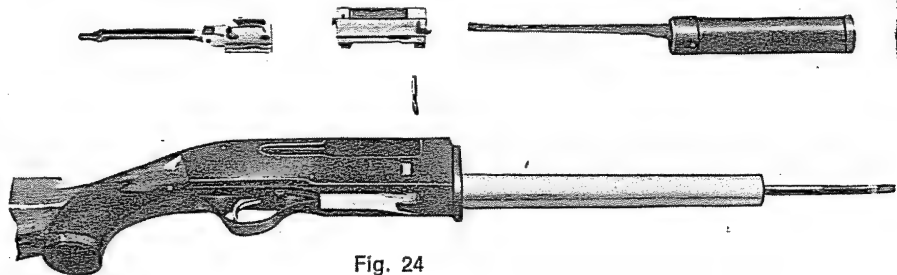

Fig. 24
- otturatore vero e proprio, comprendente il blocco di chiusura, il percussore e l'estrattore (fig. 24).
- bolt assembly with firing pin and extractor (fig. 24).
- *groupe du bloc de culasse avec percuteur et extracteur (fig. 24).*